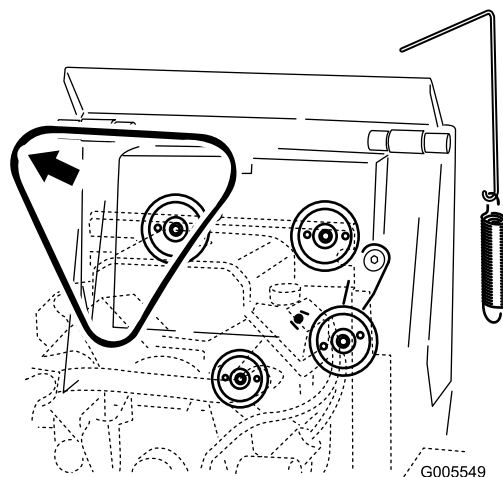

Figura 45
5. Retire la correa de las tres poleas (Figura 45).